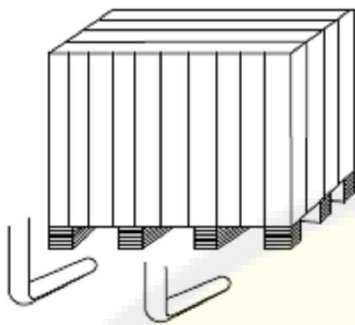
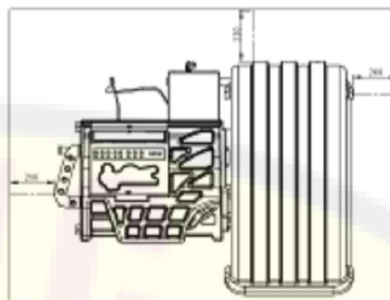

Рис.4
Рис.5
4.1.1. Убедившись в том, что упаковка вашего станка в хорошем состоянии, вы можете переместить станок для балансировки колес на место установки (Рис. 4). Выбор места установки должен соответствовать следующим требованиям: температура окружающей среды должна быть 0°C - 50°C, а относительная влажность - ≤85%. Место установки как показано на Рис. 5 .